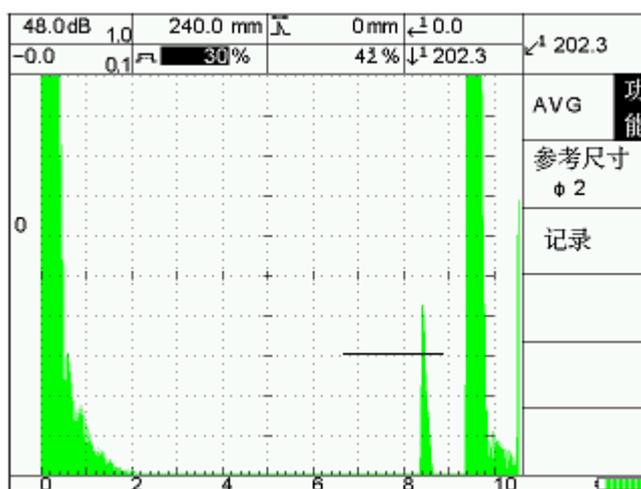
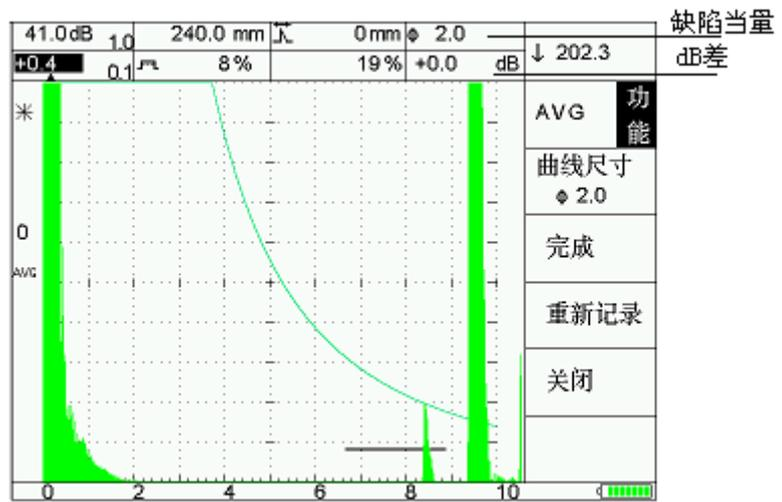

图 5-9
图 5-10
(1) 按[功能]-[C]，进入 AVG 界面（图 5-9）。
(2) 按[A]，参考尺寸反显，按【调节键】选  $\phi 2$ 。
(3) 耦合探头（2.5P20）到 200  $\phi 2$  的平底孔试块上，找到该平底孔的最高反射波。
(4) 调节仪器的 dB 值，200  $\phi 2$  平底孔波高 80%（ $\Delta$ dB 最好先调节到 0，平底孔波高至少 20%）
(5) 按[B]记录，进入图(图 5-10)。
(6) 选择曲线尺寸  $\phi 2$ ，按[B]完成。
(7) 用户此时可按[C]重新记录或按[D]退出。
(8) 此时屏幕显示内容（闸门内波形）：